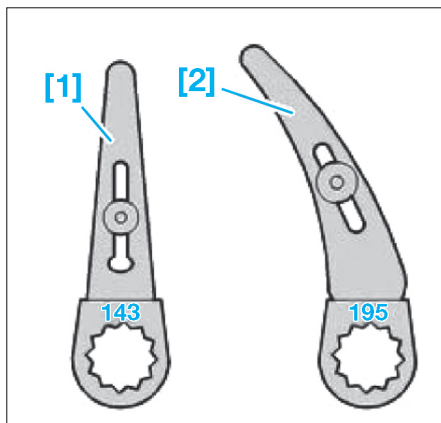

FIG. 6
OUTILLAGE NÉCESSAIRE (FIG.6)
- Découper le joint en (1) et (2) avec l'outil [1] (réglage à 23 mm) (Fig.6) et (Fig.7).
- Découper le joint en (3) et (4) avec l'outil [2] (réglage à 43 mm).